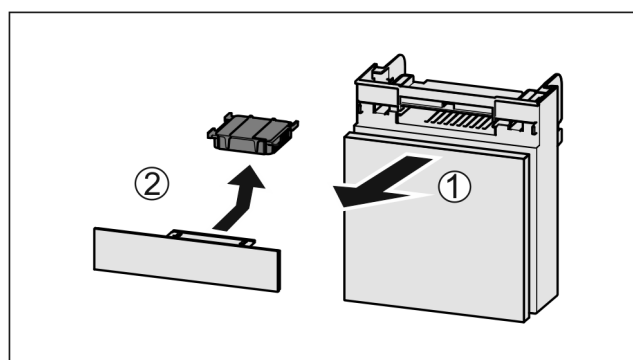

Fig. 157
- Træk rummet fremad Fig. 157 (1).
- Tag aktivkulfilteret Fig. 157 (2) ud.